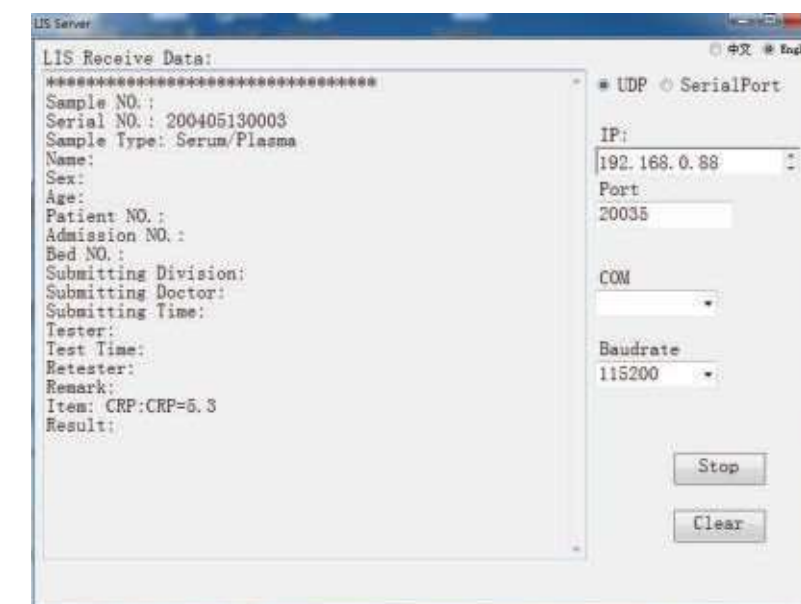

Fig. 6.13
(7) Reveniți la meniul de setare a adresei IP, faceți clic pe "OK" pentru a confirma setarea IP.
(8) Executați **ReceiveFromCRPTemp.exe**. Aparatul va trimite rezultatele testelor la PC-ul conectat în mod automat, de fiecare dată după finalizarea testului. Fig. 6.13 arată un exemplu în care PC primește rezultatul testului CRP de la Finecare™ FIA Meter Plus.